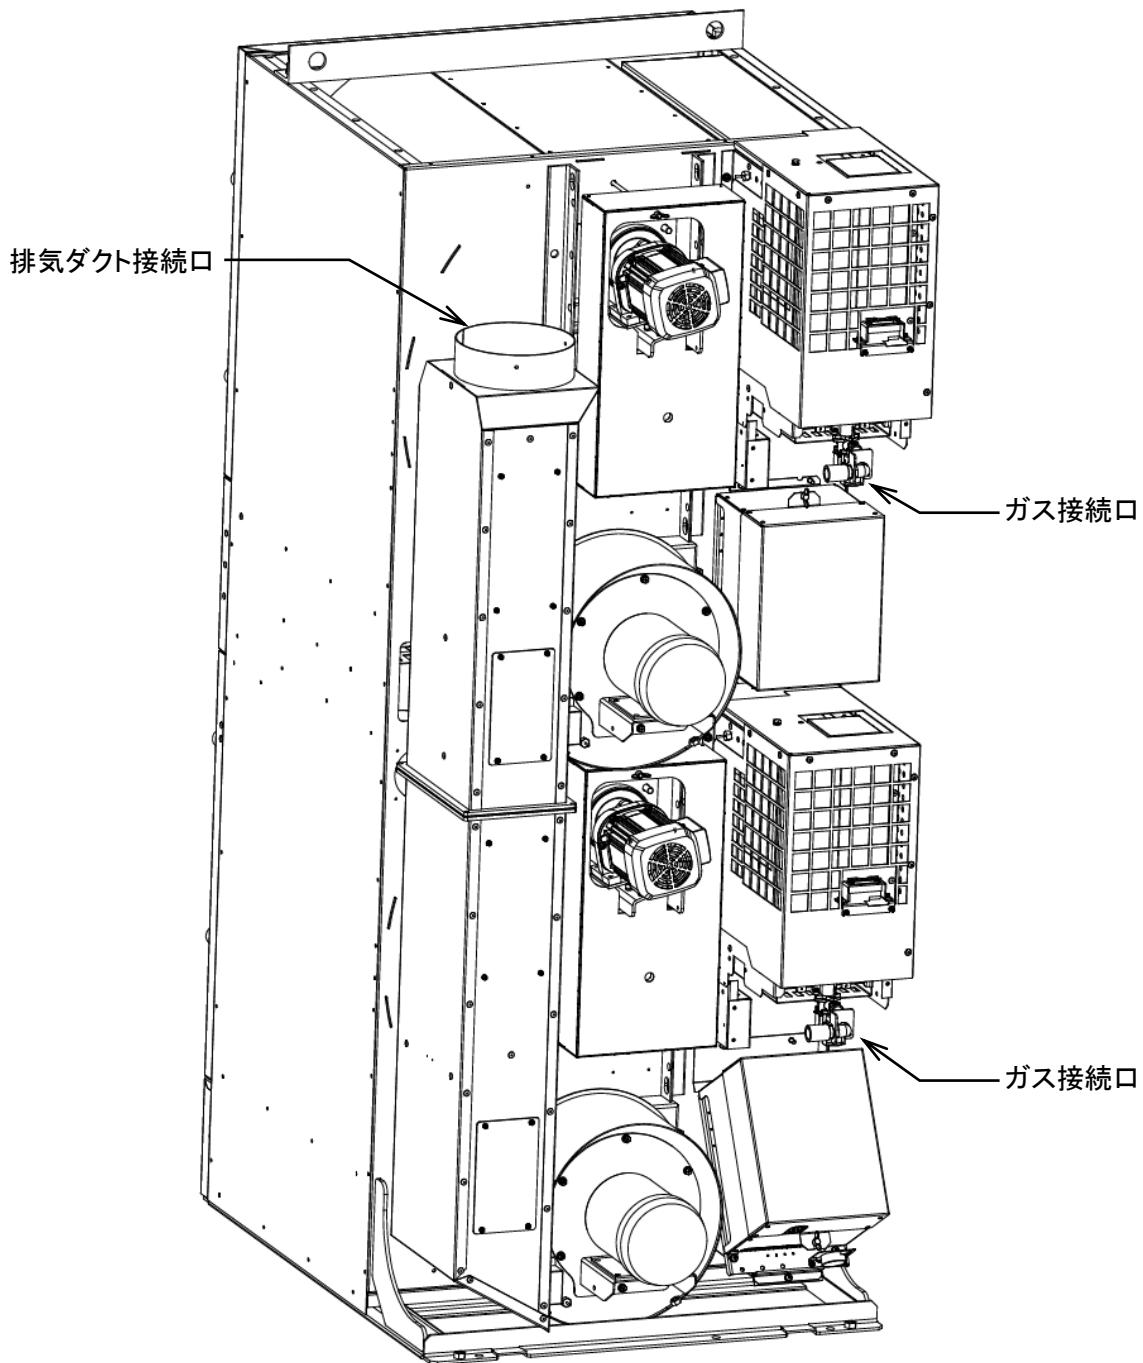

図 5-1
- ガス配管接続口に配管を接続します。(図 5-1)
- ・ 排気ダクト接続口にダクトを接続します。接続口の外形は  $\phi 198\text{mm}$  です。(図 5-1)